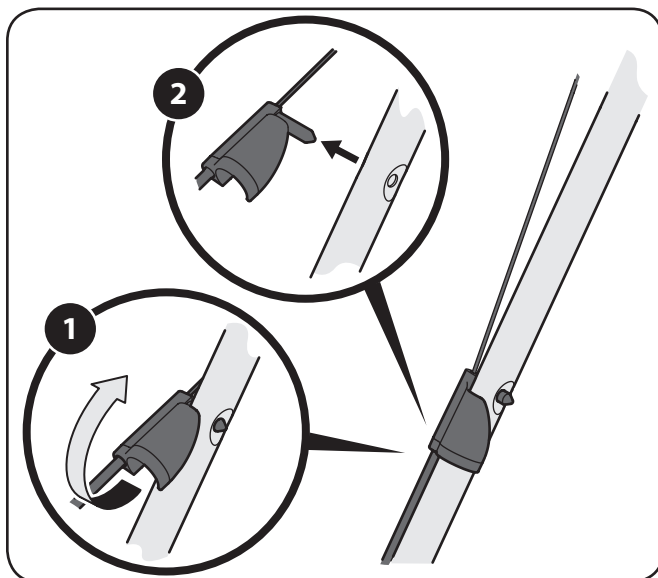

Figure 6-3
1. Faites pivoter le raccord du câble d'entraînement situé sur la poignée supérieure gauche vers le haut. Voir Figure 6-3.